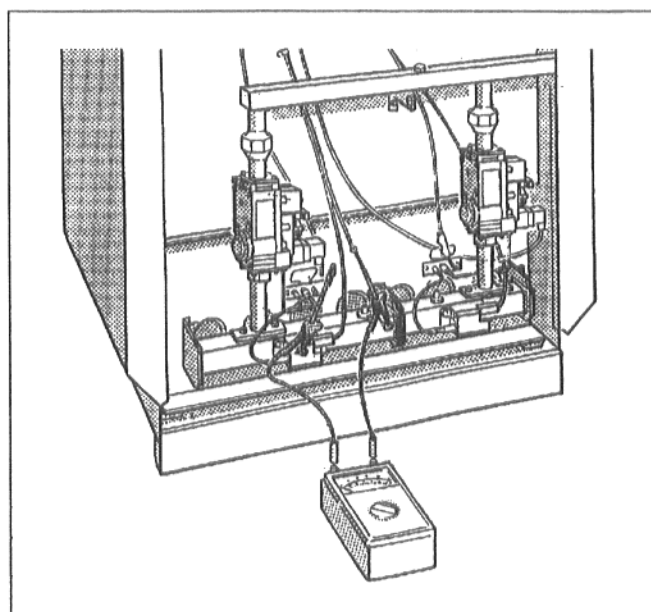

Рис. 32: Измерение тока ионизации
- Подключить измерительный прибор последовательно к контрольному кабелю и к контрольному электроду (Рис. 32). Установить на измерительном приборе диапазон измерения постоянного тока в мкА.